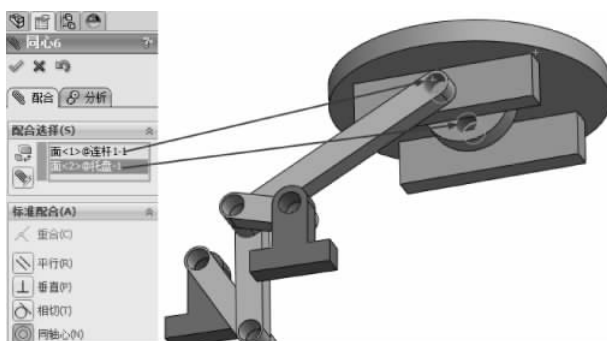

图 3-182 同轴心配合
(14) 单击【装配体】工具栏中的【配合】按钮,弹出【配合】的属性设置。选择【标准配合】选项组下的【同轴心】配合类型,在【要配合的实体】选择框中选择如图 3-182 所示的面,其他保持默认,单击【确定】按钮,完成同轴心配合。